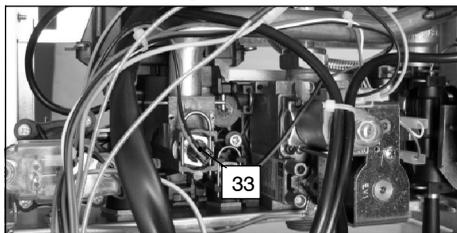

fig. 8.4
- 3 Scollegare il cablaggio della sonda NTC riscaldamento 33 in fig. 8.4
- 5 Ricollegare il cablaggio della sonda NTC riscaldamento 33 in fig. 8.4